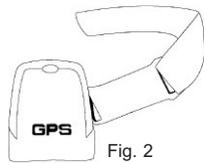

Fig. 2
• Se a braçadeira não estiver colocada, faça deslizar a ligação de plástico com a tira elástica pela ranhura do Sensor V+D como se mostra. (Fig. 2)